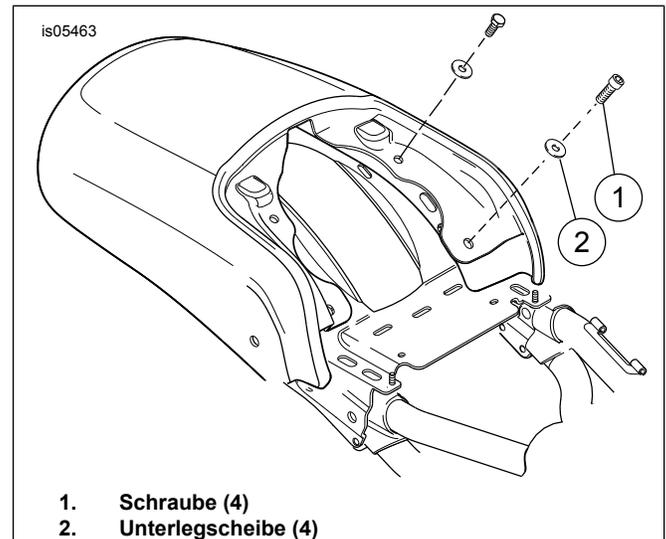

Abbildung 1. Schutzblechbefestigungsschrauben
1. Siehe Abbildung 1. Die vier Hinterradschutzblech-Befestigungsschrauben (1) und Unterlegscheiben (2) abmontieren. Nach Bedarf das ECM verschieben, um Zugang zu den vier Schutzblech-Befestigungsschrauben zu erhalten.
6. Siehe Abbildung 1. Vier Schutzblech-Befestigungsschrauben (1) und Unterlegscheiben (2) anbringen. Auf ein Drehmoment von 20–26 N·m (15–19 ft-lbs) anziehen.